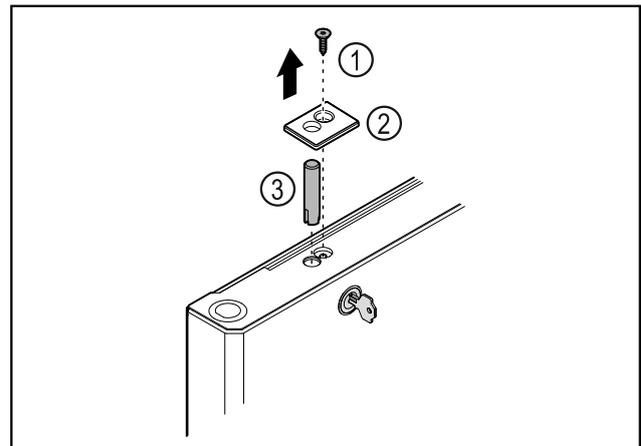

Fig. 38
- ▶ Rimuovere la vite Fig. 38 (1).
- ▶ Disinnestare la copertura Fig. 38 (2) con l'ausilio di un piccolo cacciavite e rimuoverla.
- ▶ Estrarre il perno della serratura Fig. 38 (3).